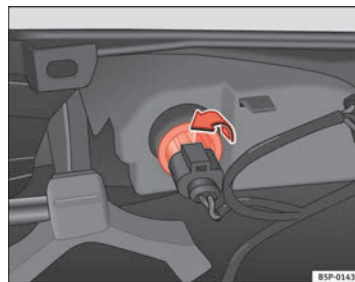

Fig. 200 Feu de la face intérieure du pare-chocs
- Tournez la douille d'ampoule vers la gauche puis retirez-la dans le sens de la flèche ⇒ fig. 200.